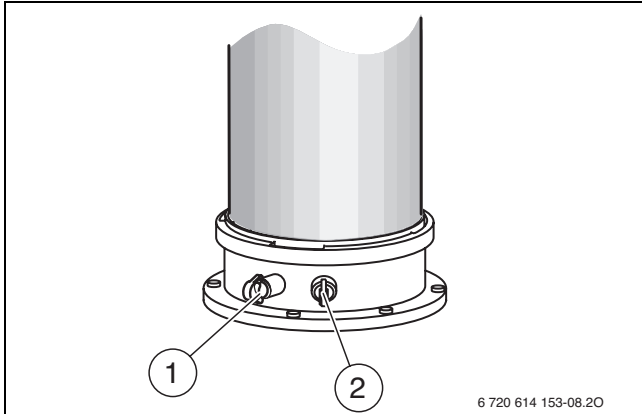

Fig. 44
- ▶ Fjern proppen på røggasmålestuds [1] (→ fig. 44).